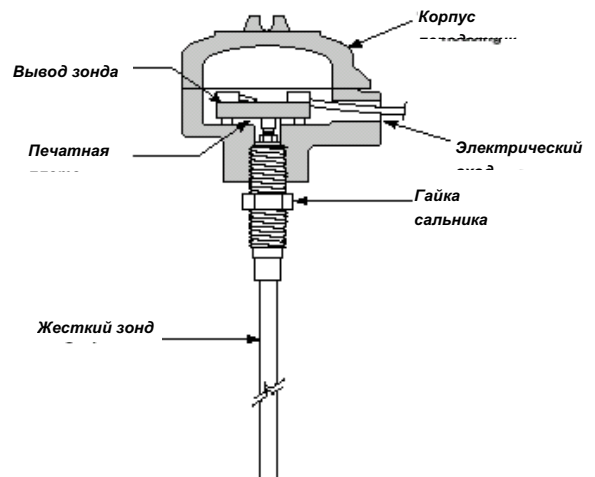

Рисунок 2
2. Плотно затяните соединение, следя за тем, чтобы ключ применялся **ТОЛЬКО** для гайки сальника. См **Рисунок 2**.
4. Плотно наверните корпус на зонд руками. Корпус можно затянуть гаечным ключом центровки электрического соединения. См **Рисунок 2**.